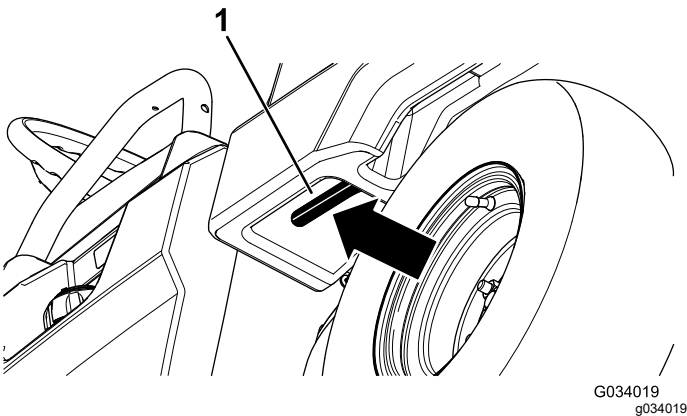

図 7
2. 荷台内側左にあるレバーを引いて荷台を持ち上げる 図 7。